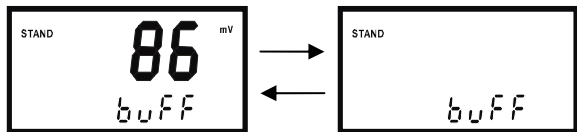

图 7-7
1、电极清洗干净，并用滤纸吸干水分，将电极插入第一标准缓冲液中（86mV），轻轻搅拌几下。等控制器显示数值稳定后，按 CAL 键，仪表有测量数字闪烁，且屏幕左上角有 STAND 显示，仪表显示如图 7-7 所示：